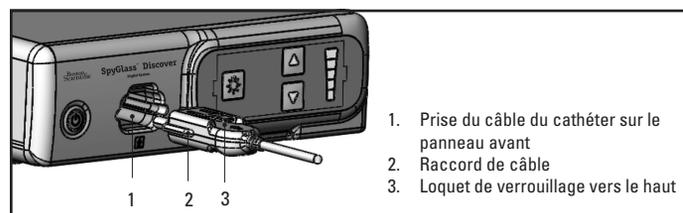

Figure 5. Branchement du raccord de câble dans la prise du contrôleur
2. Lorsque le moniteur utilisé avec le contrôleur affiche « raccorder l'écran avec le câble », brancher le raccord de câble du cathéter numérique SpyGlass Discover (loquet de verrouillage vers le haut) dans la prise sur le panneau avant du contrôleur (figure 5). Enfoncer le raccord de câble jusqu'à ce que le loquet de verrouillage soit engagé.